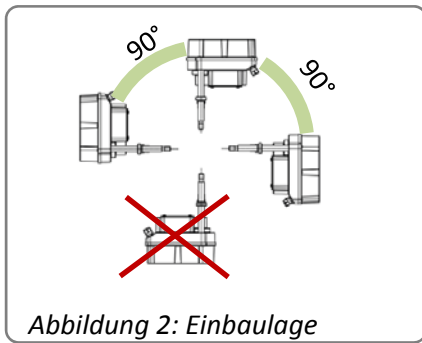

Abbildung 2: Einbaulage
- Die Antriebe müssen mit ausreichendem Freiraum zum Abnehmen der Haube eingebaut werden (Abbildung 1). Die Einbaulage ist beliebig mit Ausnahme „Haube nach unten“ (Abbildung 2).